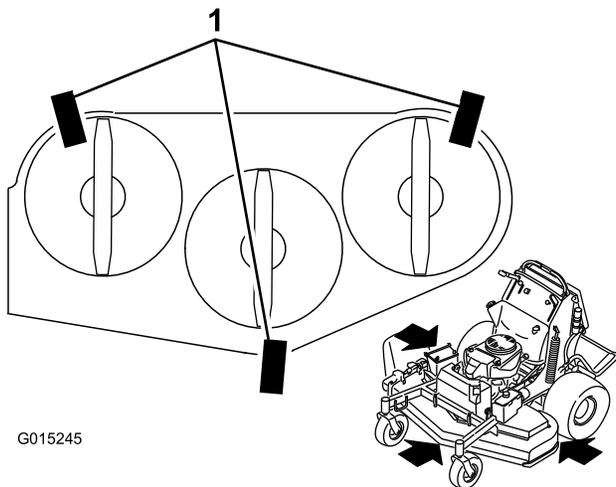

Figura 89
1. Coloque 3 listones de madera de 5x10 cm (2x4 pulgada) debajo de la carcasa del cortacésped, según se muestra en Figura 89. Coloque los listones de 5x10 sobre el lado de 10 cm (4 pulg.).